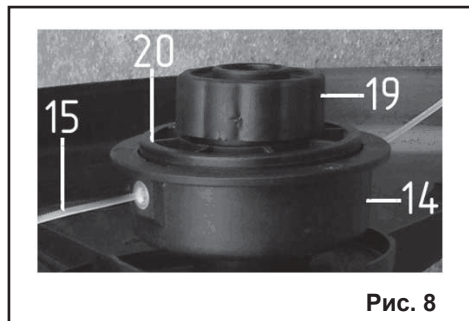

Рис. 8
9.2. Снятие и установка триммерной катушки (Рис. 8)